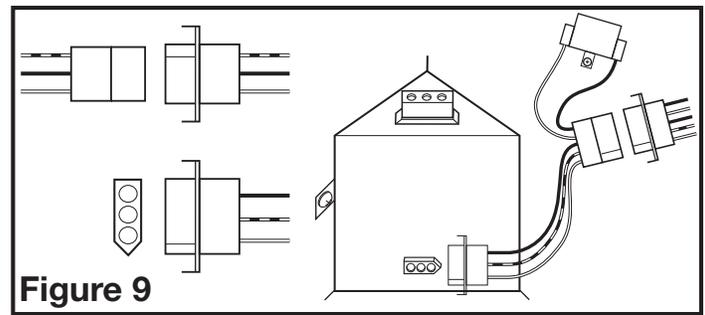

Figure 9
- Connectez le faisceau électrique du ventilateur en connectant l'extrémité de 3 broches de connexion rapide dans le réceptacle situé sur le côté du couvercle du compartiment de fil. Assurez-vous que l'extrémité avec 5 broches de connexion rapide est branchée dans la prise du ventilateur. Connectez le faisceau électrique en branchant l'extrémité avec 3 broches de connexion rapide rectangulaire dans le réceptacle situé dans la partie supérieure du compartiment de fil. Ces fils ne s'adaptent que dans un sens dans les réceptacles (**Figure 9**).